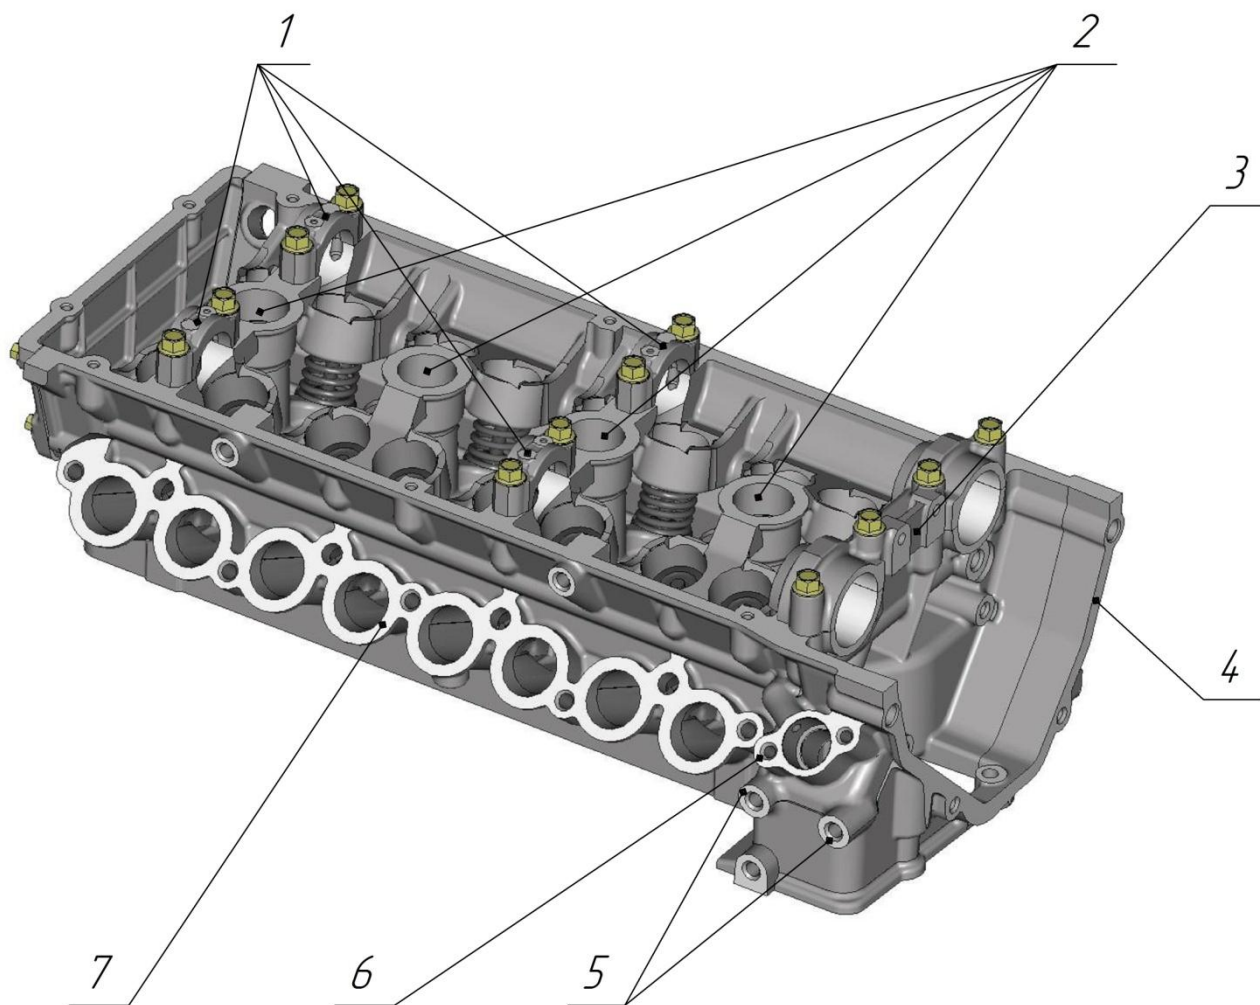

Рис.13. Головка цилиндров. Вид на фланец впускной трубы, на верхнюю плоскость и на фланец передней крышки:
**Головка цилиндров** (рис.13, 14). Головка цилиндров отлита из алюминиевого сплава, имеет два впускных и два выпускных клапана на каждый цилиндр. В верхней части головки цилиндров размещены два распределительных вала. Крышки опор распределительных валов 1 (рис.13) обрабатываются в сборе с головкой цилиндров и поэтому они не взаимозаменяемы. Крышки опор валов должны устанавливаться в соответствии с выбитыми на них порядковыми номерами, при этом ориентируясь определенным образом.